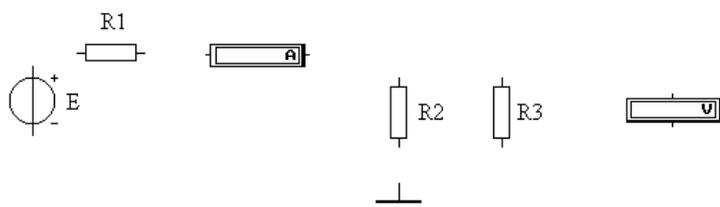

Рис. 9
3.2. Удалите изображения источника переменной ЭДС, емкости и индуктивности, разверните два сопротивления на 90° и разместите элементы так, как показано на рис. 9, для создания будущей схемы.